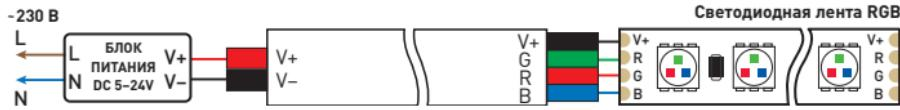

Рис. 1. Схема подключения диммера
- 3.2. Подключите диммер в соответствии со схемой на рис. 1.